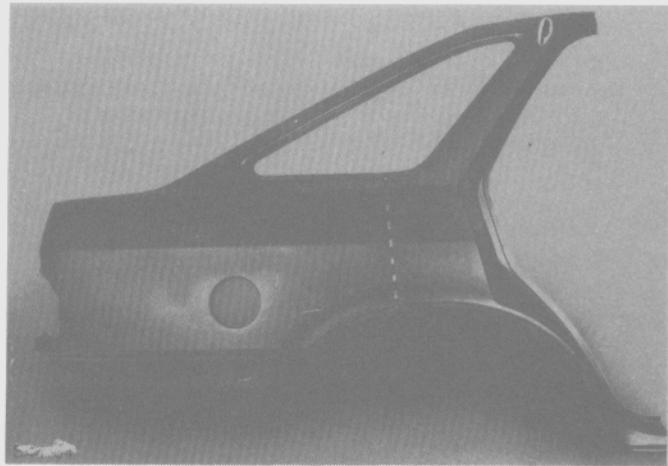

Fig. 227
- Transferir las dimensiones a la nueva pieza, dando un margen adicional de 10 a 12 mm de material para el solapado (Fig. 227).